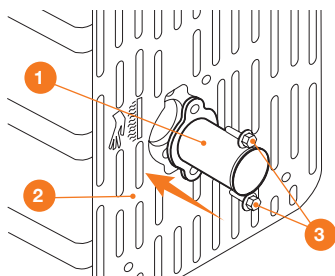

Рис. 3
- Для его установки прикрепите адаптер **1** к воздушному фильтру **2** с помощью двух болтов **3** (Рис. 3).